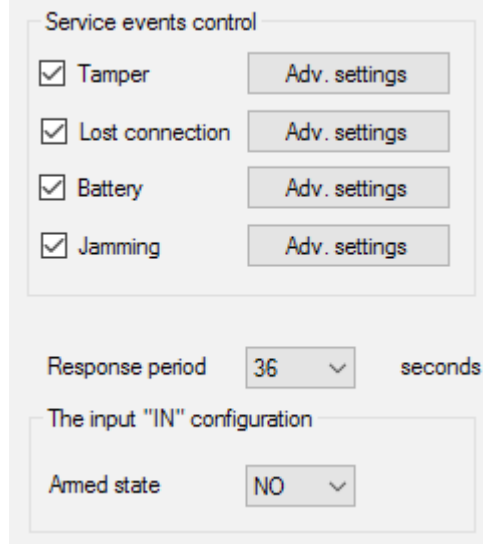

Abb. 23. Einstellungsmenü für Serviceausgänge auf der Seite „Alle verbundene Melder“
6. **Vier Ausgänge (T, S, B, J)** entsprechen den Servicezonen (Abb. 18). Servicezonen werden zum Senden von Betriebsdaten an die Zentraleinheit verwendet. Die Funktionsweise der Serviceausgänge ist einstellbar (Abb. 23) auf Impuls bzw. bistabil. Es ist möglich, Serviceausgänge abzuschalten, falls diese nicht in der Zentrale des Sicherheitssystems verwendet werden. Zum Ausschalten das Häkchen für den jeweiligen Ausgang in der Konfigurationssoftware (Abb. 23) entfernen.